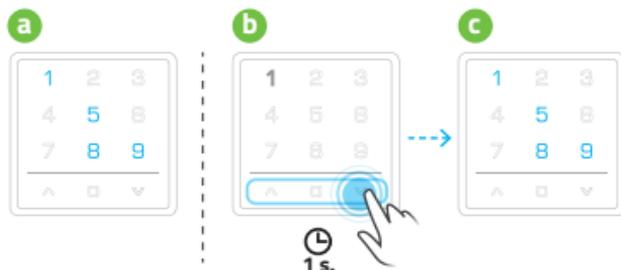

Abb. 9.2
2. Aktivierung durch Berühren des Fingers im Bedienfeld. In diesem Modus werden auf dem Bildschirm die Kanäle aktiviert, die in der letzten Sitzung vor dem Standby verwaltet wurden. Die Fernbedienung wird den Betrieb dieser Kanäle oder die Auswahl nächster Kanäle erwarten - **Abb. 9.2.**